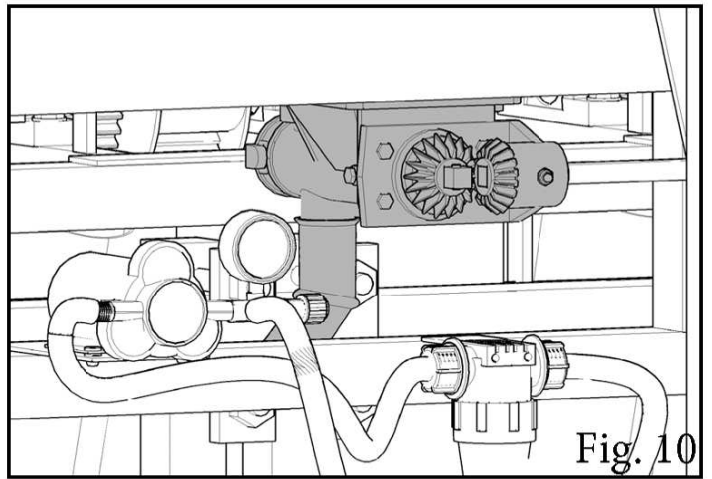

Fig. 10
- * Engraxar as mesas de adubo com graxa de boa qualidade a cada 60 dias *Fig.10*;
- * Engraxar mesas de adubo *Fig.10* a cada 4 horas de trabalho;